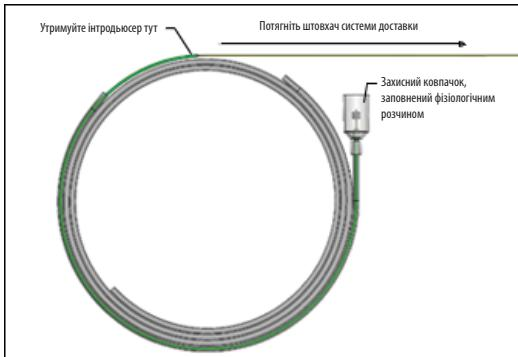

Рисунок 5. Потягніть штовхач у проксимальному напрямку, щоб витягнути імплантат
16. Однією рукою зафіксувавши зелений інтродьюсер, візьміть штовхач і акуратно потягніть в проксимальному напрямку, щоб витягнути імплантат (див. рисунок 5).